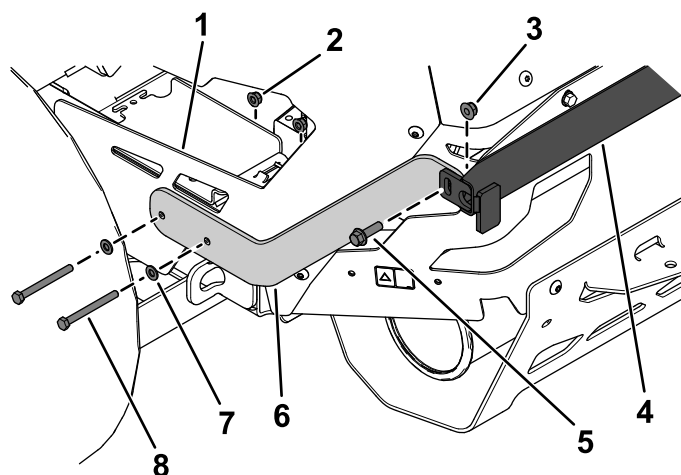

Figura 9
3. Instale sem apertar o apoio superior esquerdo no resguardo traseiro esquerdo e apoio superior utilizando dois parafusos de cabeça sextavada (5/16 pol. x 3¼ pol.), 2 anilhas planas, 2 porcas flangeadas (5/16 pol.), 1 parafuso de cabeça flangeada (3/8 pol. x 1¼ pol.) e uma porca de bloqueio (3/8 pol.) como se mostra na Figura 9.